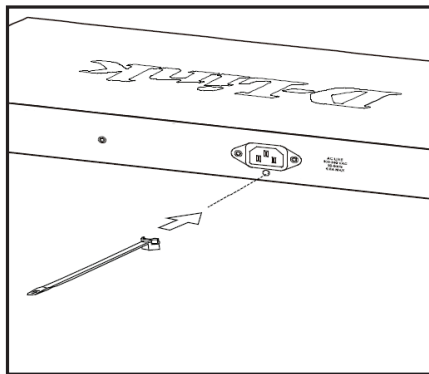

Figura 7. Insira o laço
1. 2. Com o lado áspero voltado para baixo, insira a linha no orifício abaixo da tomada de alimentação, conforme mostrado na **Figura 7**.